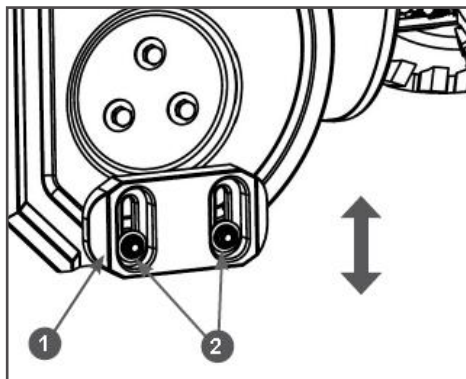

Рис. 11 Регулировка высоты захвата снега
- Открутите гайки 2 крепления ползков 1 на 1-2 оборота и установите ползков на необходимую высоту (Рис. 11). Снова затяните гайки.